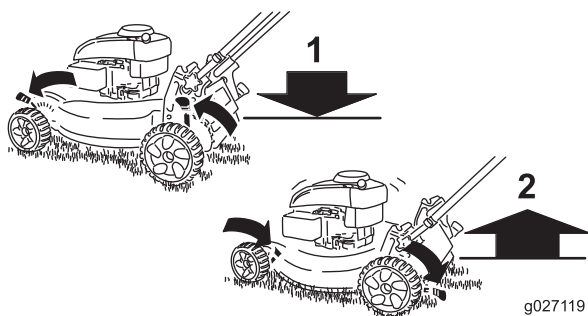

Figure 12
**Remarque:** Pour élever la machine, déplacez tous les leviers de réglage de hauteur de coupe en arrière. Pour abaisser la machine, déplacez tous les leviers de réglage de hauteur de coupe en avant (Figure 12).